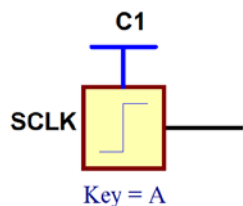

图 1-6: 单周期时钟
- **单周期时钟。**单周期时钟是一个数字信号源器件,在“数字信号源”型号库中,如图 1-6 所示。其中的“key=A”是单周期时钟的控制键,对应于键盘上的按键“A”。在原理图中选中单周期时钟器件后,可在属性窗口中将其控制键修改为键盘上的其它按键。当启动仿真后,单周期时钟默认输出高电平信号,按下其控制键后,开始输出低电平信号,抬起按键后恢复输出高电平信号。这样,在按键按下然后抬起的过程中,产生了一个负脉冲,包含一个时钟下降沿和一个时钟上升沿。